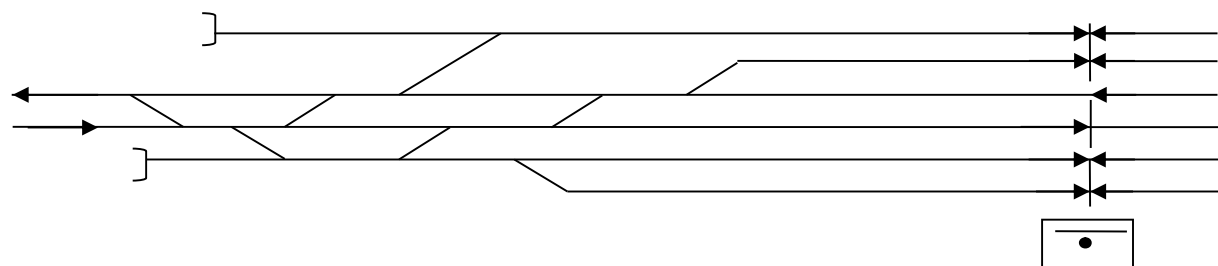

Рисунок 10
10. На схематическом плане четной горловины станции (рис. 10) пронумеруйте пути и стрелки, произведите расстановку изолирующих стыков, входных, выходных и маневровых светофоров. Составьте таблицу основных поездных маршрутов.